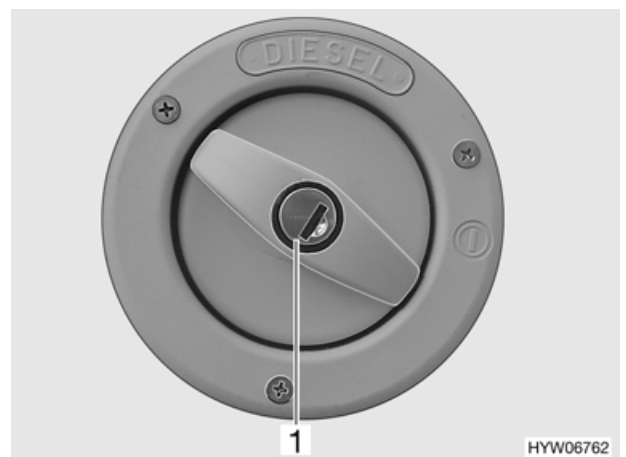

Bild 11 Verschlussdeckel für Kraftstoff-Einfüllstutzen
- Schlüssel in Schließzylinder (Bild 11,1) stecken und entgegen dem Uhrzeigersinn drehen.
- Schlüssel in Schließzylinder (Bild 11,1) stecken und im Uhrzeigersinn drehen.